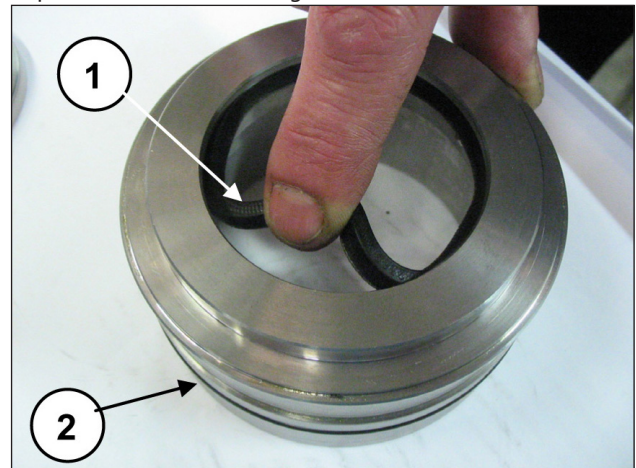

Abb. 164
Setzen Sie die ND-Dichtung in den Halter der Stopfbuchse ein (Pos. ①, Abb. 164) und achten Sie hierbei auf die Einbaurichtung mit nach vorn gerichteter Dichtlippe (zum Kopf hin) und auf den O-Ring (Pos. ②, Abb. 164).